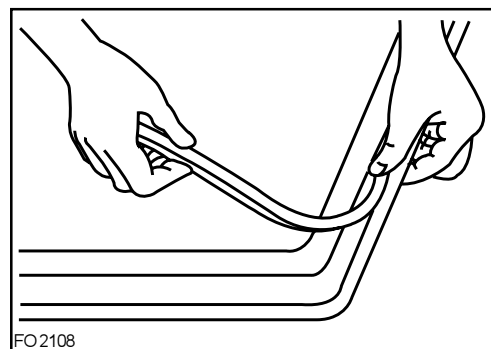

Fig. 6 FO 2108
- 1) placez sur le bord inférieur de le plan de verre, le joint spécial (A) fourni comme équipement (Fig. 6), en s'assurant que les bouts joignent bien sans se superposer;